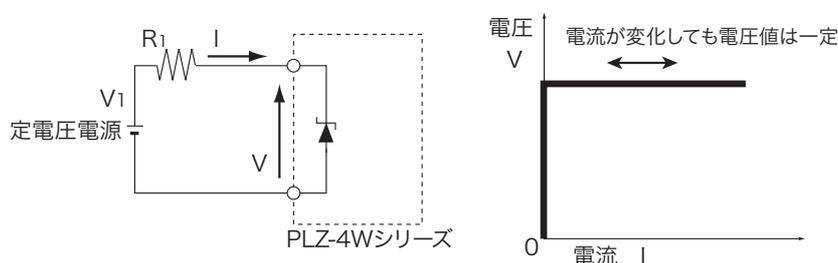

図 A-9 定電圧モードの等価回路と動作
本機を定電圧モードで (CV) で使用すると、図 A-9 のように本機は定電圧負荷 (シャントレギュレータ) として動作します。 $V_1 > V$ の場合、入力電流 I が変化しても入力電圧 V が一定になるように動作します。 V_1 が V 以下では、電流は流れません。図 A-9 の R_1 は定電圧電源の内部抵抗です。 R_1 が小さいと動作が不安定になる場合があります。
定電圧モード (CV) を使用して、図 A-9 における定電圧電源の負荷特性を調べる場合を考えてみます。